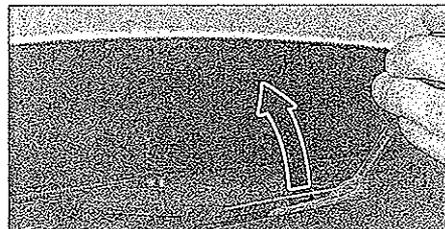

FIG. 36
- Desengrapar la rejilla central superior del salpicadero (fig. 36).